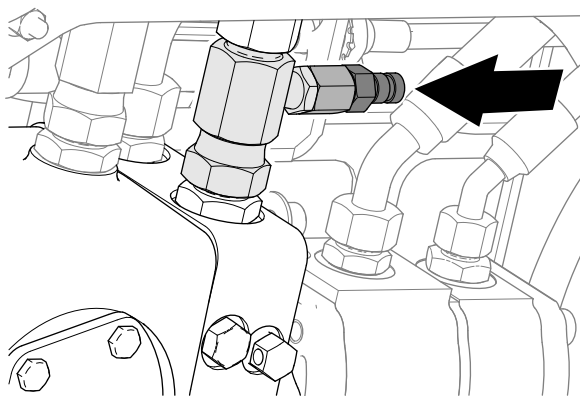

Bild 16
5. Montieren Sie das Prüfgerät an den Schnelltrenanschluss (Bild 16).